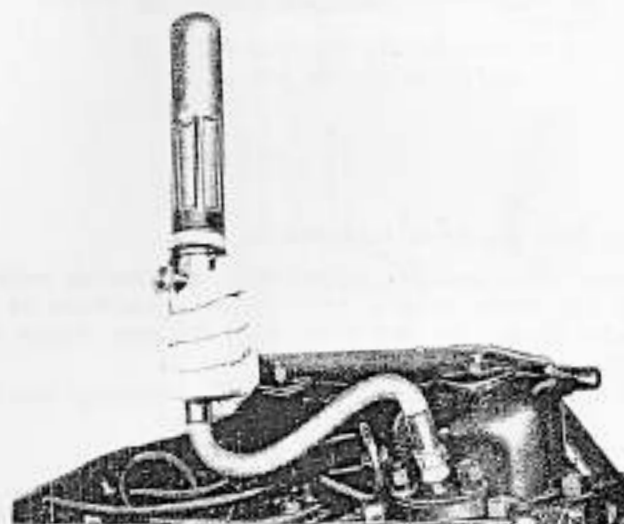

FIG. 3 — Contrôle de la compression du moteur
- monter l'appareil de contrôle de la compression 5.9030.407.0 dans le trou de l'injecteur sur la culasse (Fig. 3);